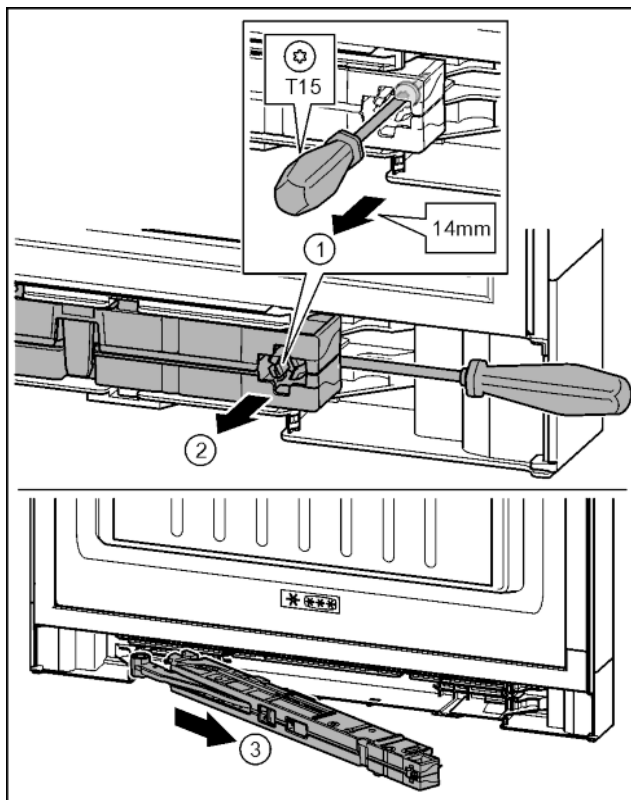

Fig. 21
- Šroub na jednotce tlumiče zavírání povolte šroubovákem T15 o cca 14 mm. Fig. 21 (1)
- Šroubovákem na straně zadní zajed'te za jednotku tlumiče zavírání. Otočte jednotku dopředu. Fig. 21 (2)
- Vytáhněte jednotku. Fig. 21 (3)